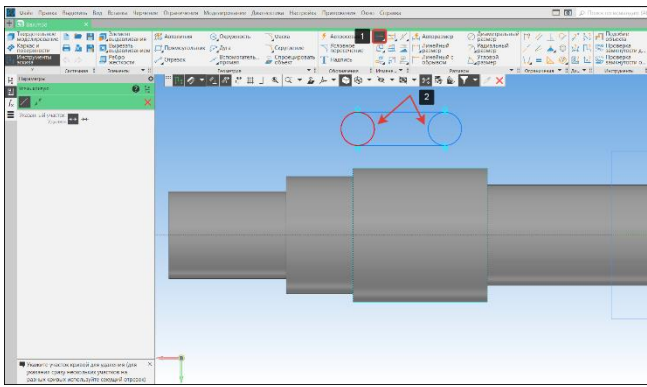

Рисунок 118 – Команда Усечь кривую
- Усечем кривые (2) между касательными отрезками, для этого выберем в панели Изменение геометрии команду Усечь кривую (1) (Рисунок 118);
- Укажем кривые (2), кривые будут усечены до касательных отрезков (Рисунок 118);